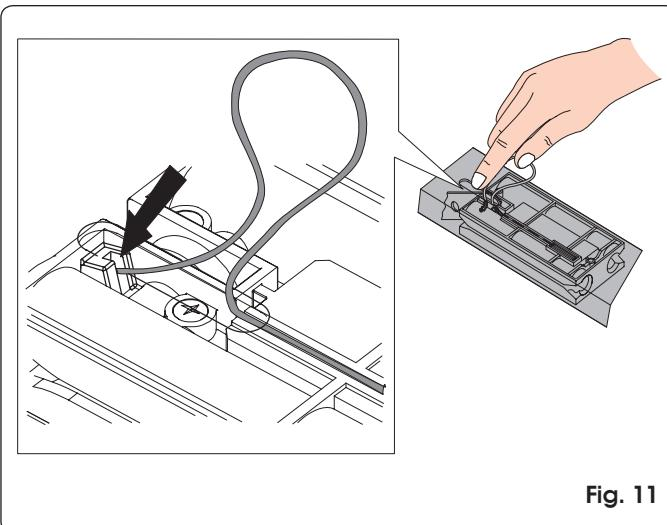

Fig. 11
- Faire reculer le chariot vers le groupe de l'embrayage de la traction jusqu'à ce que le trou de passage sur le chariot coïncide avec la rainure et y passer le fil dénudé (Fig. 11).